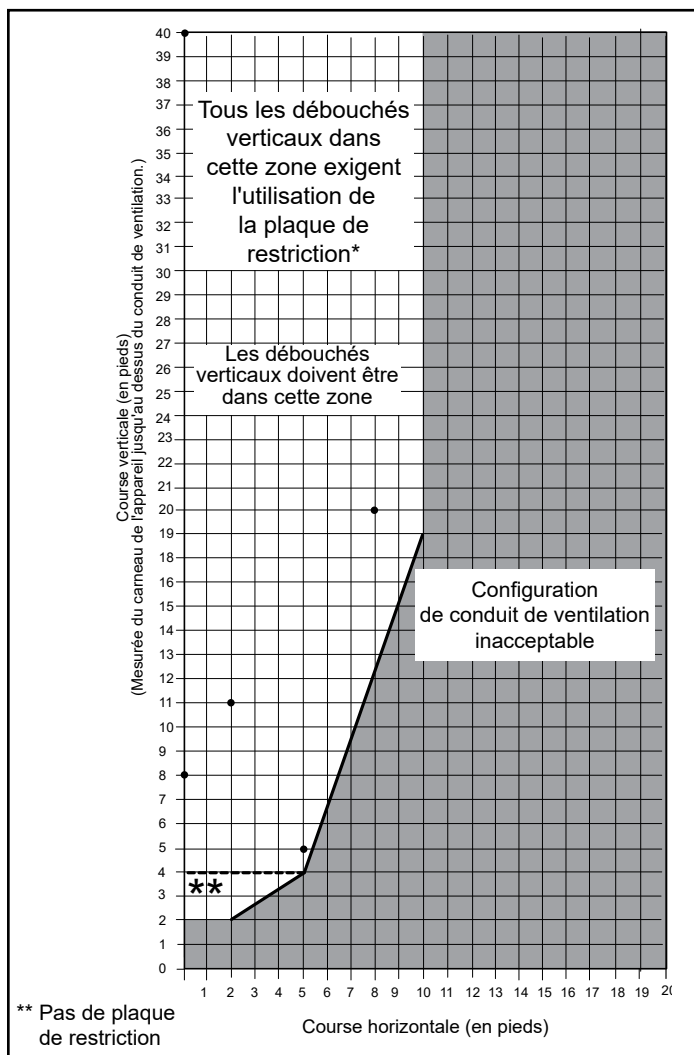

Figure 2.8 – Fenêtre de sortie de ventilation verticale.
Un système de ventilation verticale doit se terminer au moins 2,44 m (8 pi) et au plus 12 m (40 pi) au-dessus du collet de la cheminée de l'appareil. Lorsqu'indiqué, il faut utiliser une plaque de restriction (fournie) dans tous les systèmes de ventilation à terminaison verticale. (Voir la figure 2.8.)
- La hauteur de la sortie doit être conforme au dégagement de toit, comme indiqué à la figure 2.8.